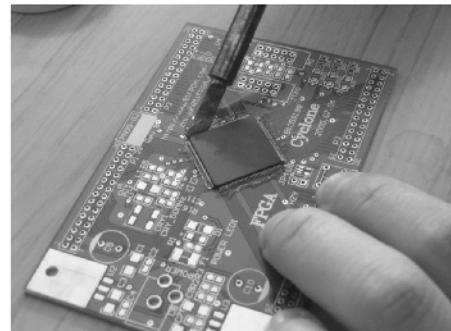

图 1-12 平口烙铁拉焊
(3) 平口烙铁拉焊：使用平口烙铁，顺着一个方向烫芯片的管脚。注意力度均匀，速度适中，避免弄歪芯片的脚。另外注意先拉焊没有定位的两边，这样就不会产生芯片错位。也可以再涂抹一些助焊剂在芯片的管脚上面，更好焊。如图 1-12 所示。